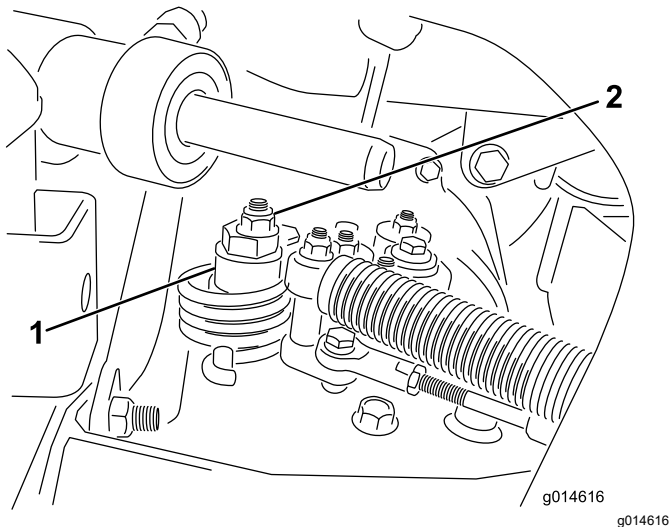

Рисунок 38
- A. Ослабьте контргайку крепления эксцентрика к верхней части гидростата (Рисунок 38).
- C. Поворачивайте эксцентрик до тех пор, пока не прекратится медленное вращение колеса в любом направлении. Когда колесо перестанет вращаться, затяните гайку, которая фиксирует эксцентрик и регулировку (Рисунок 38). Проверьте регулировку при положениях дроссельной заслонки МЕДЛЕННО и БЫСТРО.